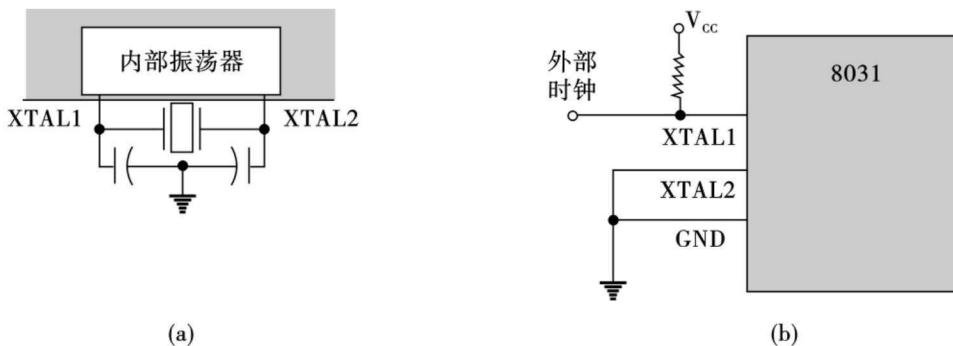

图 1.4 时钟引脚的接线方式
(1) 电源: 电源为整个单片机系统提供能源。单片机的 40 脚( Vcc )接电源 +5 V 端, 20 脚( Vss )接电源地端。
(2) 内部时钟电路: 在 51 单片机的内部有一个高增益的反相放大器, 其输入端为引脚 XTAL1(19), 输出端为 XTAL2(18), 我们只要在外部接上两个电容和一个晶振, 就能构成一个稳定的自激振荡器, 如图 1.4(a) 所示。晶振的大小与单片机的振荡频率有关, 常使用 6 MHz 或 12 MHz, 在通信系统中则常用 11.0592 MHz。电容的大小影响着振荡器振荡的稳定性和起振的快速性, 通常选择 10~30 pF 的瓷片电容或校正电容; 在设计电路时, 晶振和电容应尽可能地靠近芯片, 以减少 PCB 板的分布电容, 保证振荡器振荡工作的稳定性, 提高系统的抗干扰能力。
(3) 外部时钟电路: 除了内部时钟方式外, 单片机还可以采用外部引入时钟的振荡方式, 什么时候需要采用外部时钟方式呢? 当系统由多片单片机组成时, 为了保证各单片机之间时钟信号的同步, 就应当引入唯一的公用的外部脉冲信号作为各单片机的振荡脉冲, 此时应将 XTAL2 悬空不用或接地, 外部脉冲信号由 XTAL1 引入, 如图 1.4(b) 所示, 外部信号的高低电平持续时间应大于 20 ms。
(4) 复位电路: 使单片机内各个寄存器的值变为初始状态的操作称为复位。复位后单片机会从程序的第一条指令运行, 避免出现混乱。